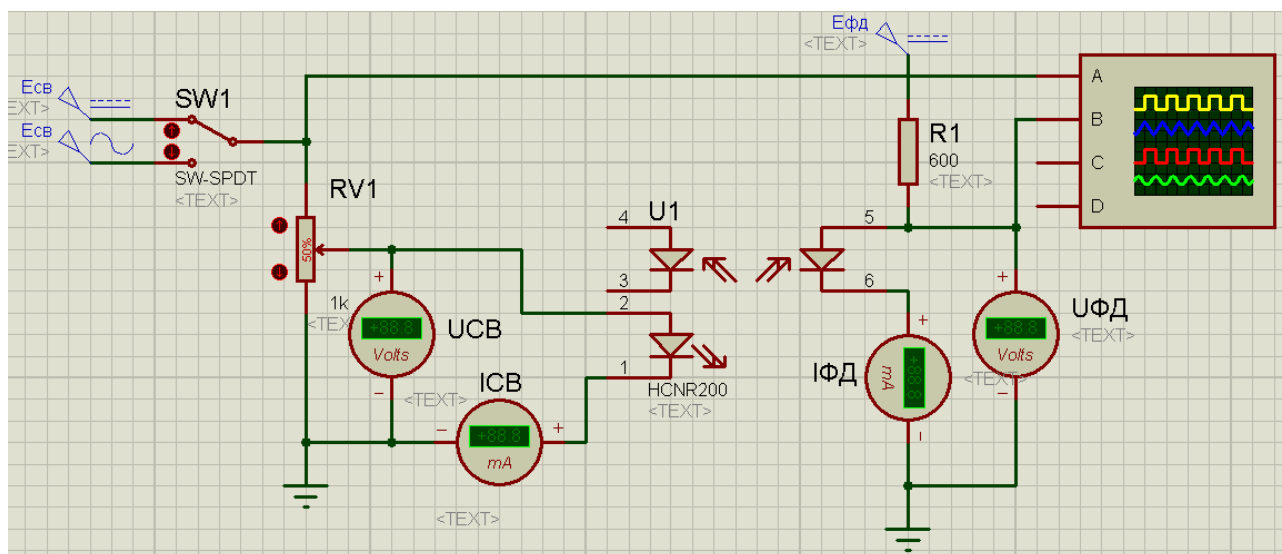

Рисунок 10.2 – Схема віртуального лабораторного стенда для зняття передавальних характеристик $U_{фд} = f(U_{сд})$, $I_{фд} = f(I_{сд})$
1. Розташувати на креслярському полі: джерело живлення постійного струму (ліва панель: Generator → DC → указати назву E_{св} та напругу 5В), джерело живлення змінного струму (ліва панель: Generator → Синусоїдальний → указати назву E_{св} та напругу 5В), перемикач (P → Switches & Relays → SW SPDT), земляну клему, змінний резистор (P → Resistors → Variable → POT HG), оптопару (P → Optoelectronics → Optocouplers → HCNR200), джерело живлення постійного струму (ліва панель: Generator → DC → указати назву E_{фд} та напругу 12В), резистор 600 Ом, вимірювальні прилади. З'єднати компоненти у схему віртуального лабораторного стенда (рис. 10.2).